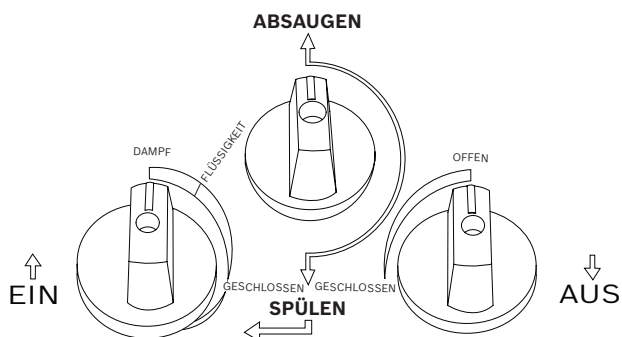

Abb. 2: Ventilstellungen für normale Absaugung
2. Vor dem Herstellen von Schlauchverbindungen sicherstellen, dass sich alle Serviceventile der Klima- bzw. Kälteanlage, Monteurhilfe-Ventile, Regelventile am Absauggerät und Absaugbehälterventile in Stellung 'geschlossen' befinden. Außerdem sicherstellen, dass sich das Absaug-/Spülventil in Stellung **ABSAUGEN** (nach oben gerichtet) befindet. Siehe Abb. 2.
11. Das Einlassregelventil (blau) des Absauggeräts zur Markierung **FLÜSSIG** auf der Frontplatte drehen (siehe Abb. 2). Den Hauptschalter in Stellung **EIN** drehen, um den Absaugvorgang zu beginnen.
3. Vor dem Herstellen von Schlauchverbindungen sicherstellen, dass sich alle Serviceventile der Anlage, Regelventile am Absauggerät und Absaugbehälterventile in Stellung 'geschlossen' befinden. Außerdem sicherstellen, dass sich das Absaug-/Spülventil in Stellung **ABSAUGEN** (nach oben gerichtet) befindet. Siehe Abb. 2.